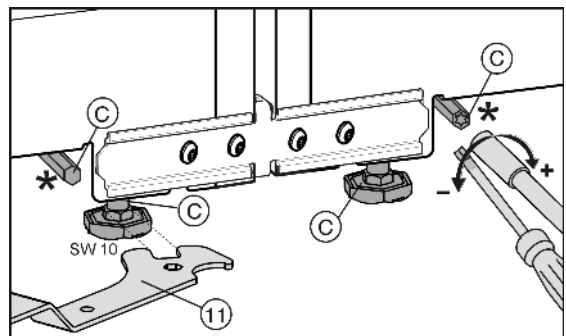

Fig. 8
De voorste stelootjes kunnen met de meegeleverde steeksleutel Fig. 8 (11) worden veresteld, de achterste stelootjes\* met een schroevendraaier Torx® 25.